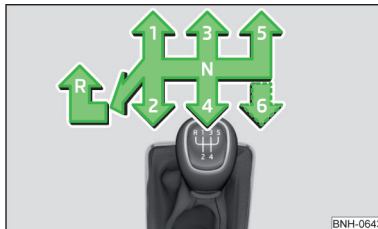

Fig. 190
Pe schimbătorul de viteze este reprezentată schema de selectare pentru pozițiile individuale ale treptelor de viteză » fig. 190.
- › Apăsați maneta schimbătorului de viteze în jos, complet spre stânga și apoi spre înainte, în poziția **R** » fig. 190.